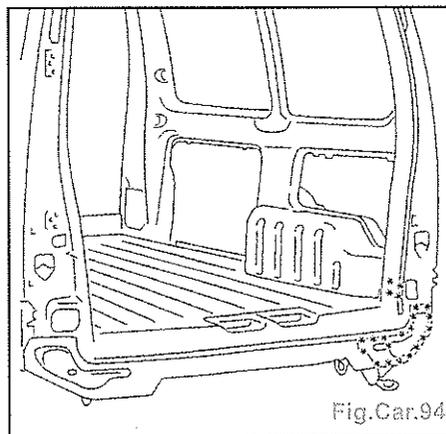

Fig.Car.94
- Dégrafer les points de soudure électrique à l'aide d'une fraise Ø 8 mm (Fig. Car.94).